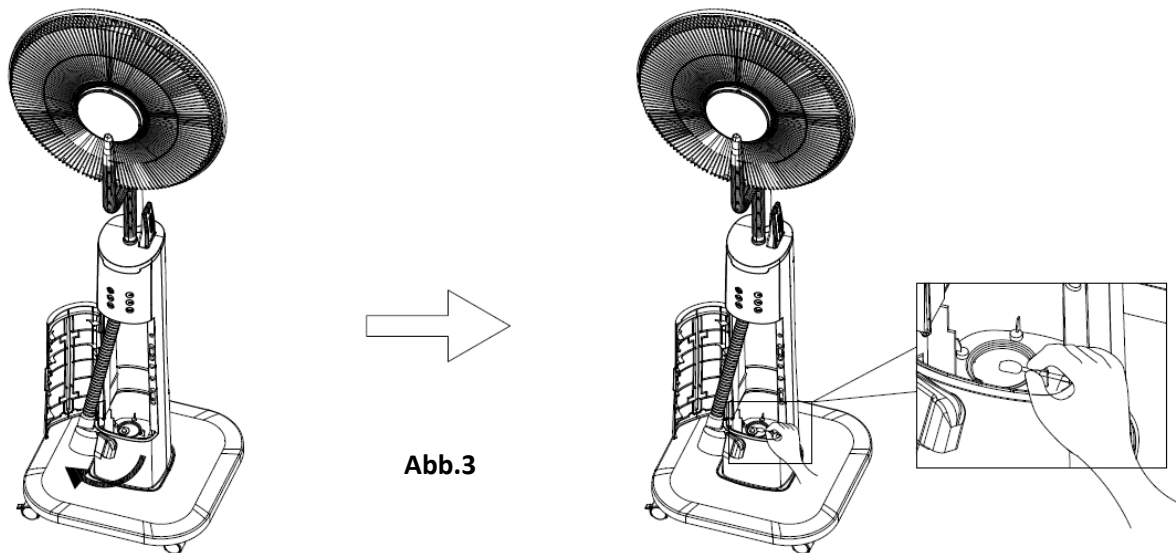

Abb.3
4. Den Ultraschall-Rüttler behutsam mit einem in Reinigungsmittel getunktem Wattebausch abwischen. (Abb.3)